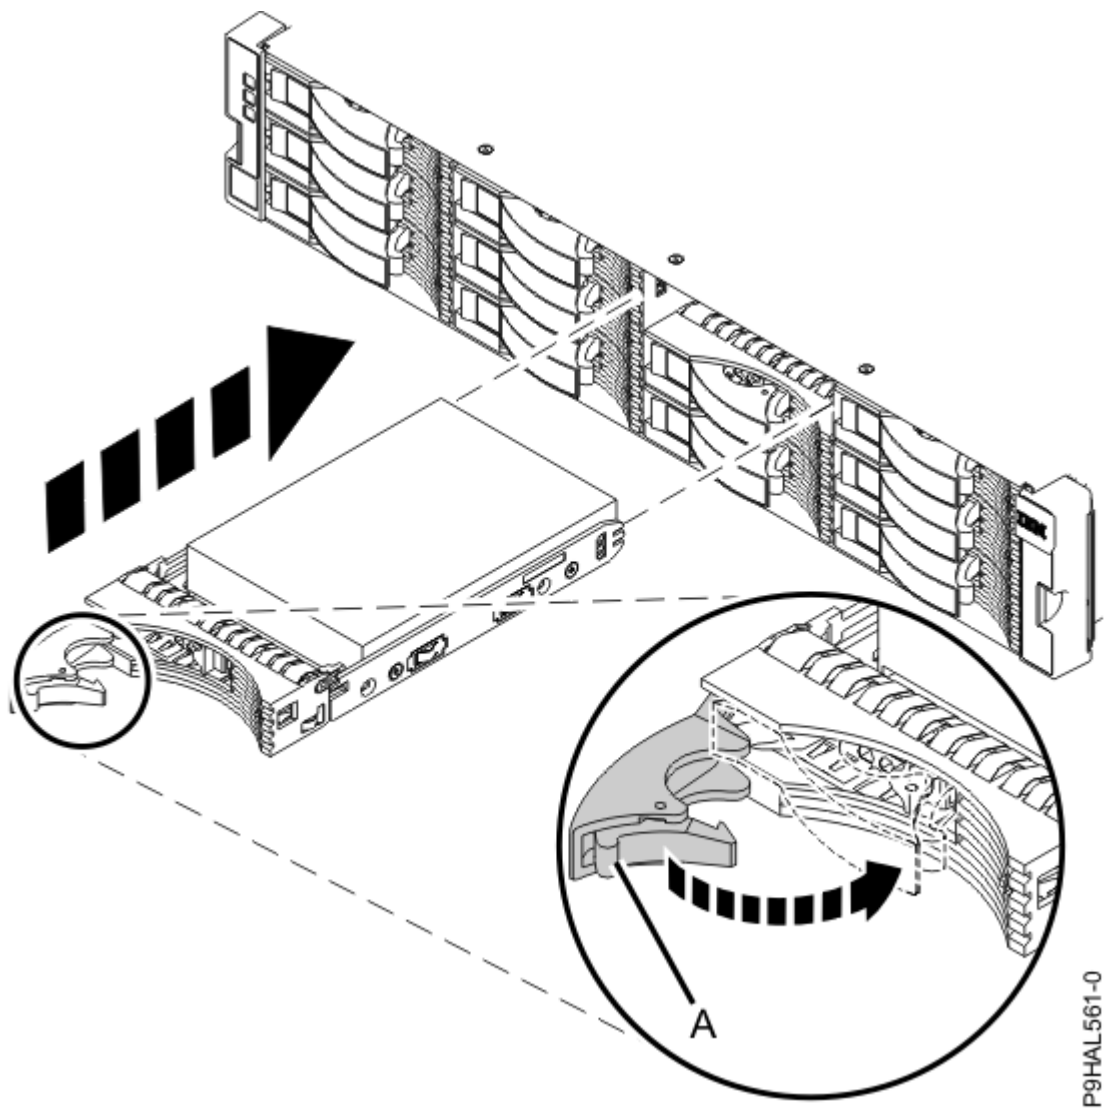
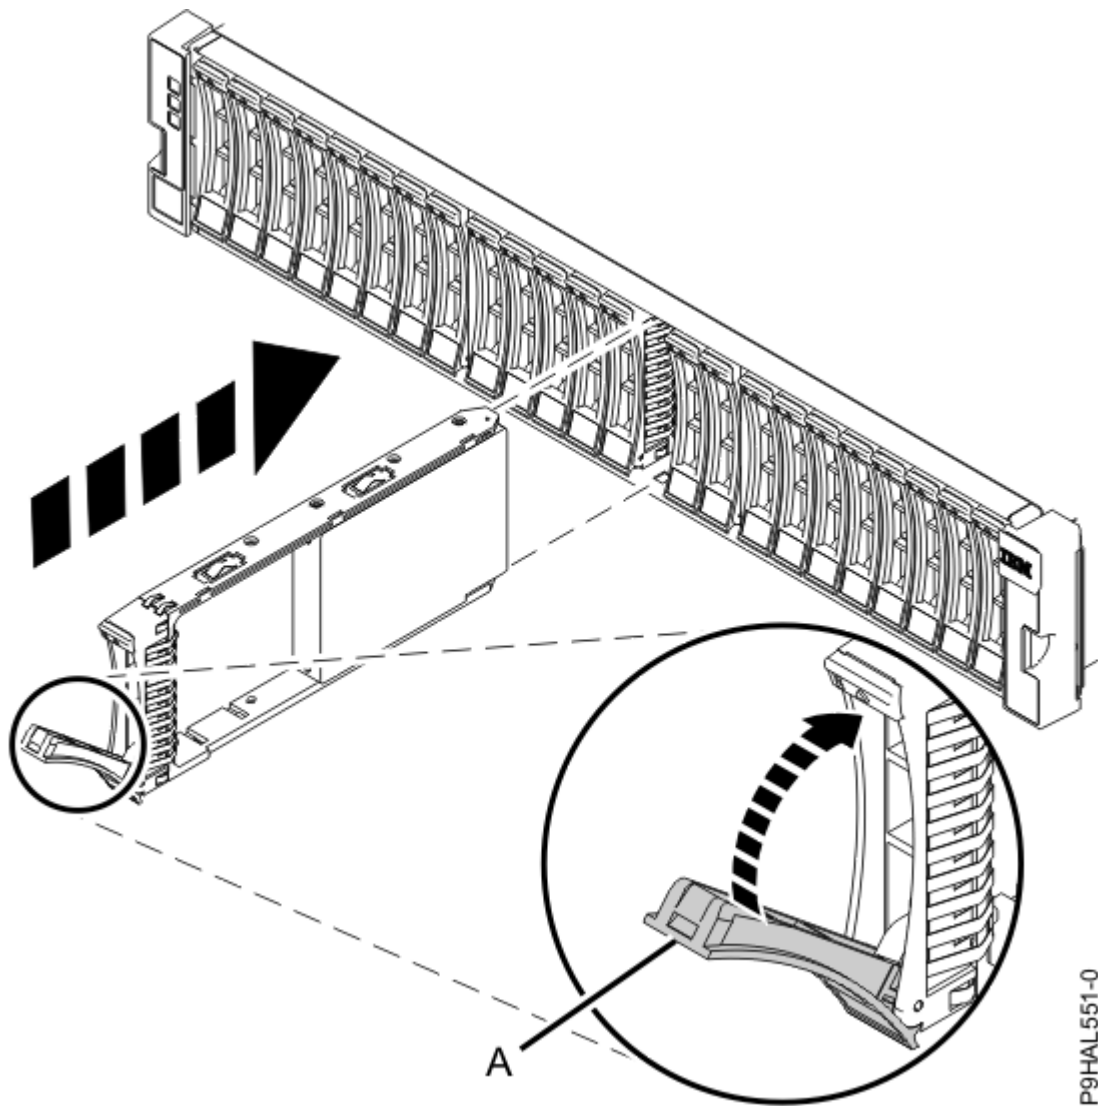

Abbildung 10. Laufwerk in der ESLL-Speichereinheit installieren
Abbildung 11. Laufwerk in der ESLS-Speichereinheit installieren
3. Halten Sie die Unterseite des Laufwerks fest und richten Sie sie an den Führungsschienen im Gehäuse aus. Dabei muss der Griff entriegelt sein. Siehe Abbildung 10 auf Seite 12 oder Abbildung 11 auf Seite 13.